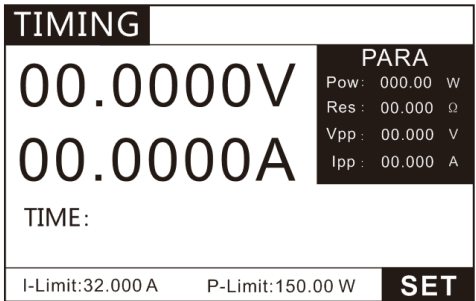

图 3.30 TIMING 模式测试界面
- 1、按 **MODE** 键进入模式选择页面，按上下键选择 TIMING，按 **ENTER** 键进入 TIMING 测试界面图 3.30。
- 2、如图 3.30 在 TIMING 界面下，按 **SET** 键进入设置界面图 3.31。